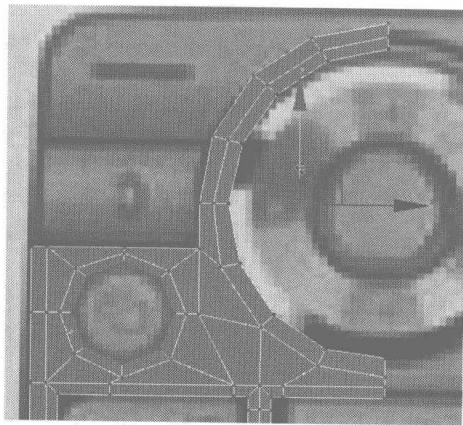
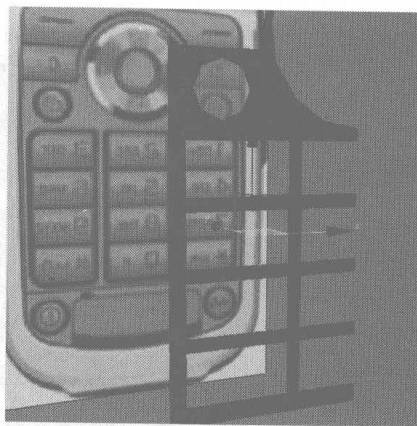
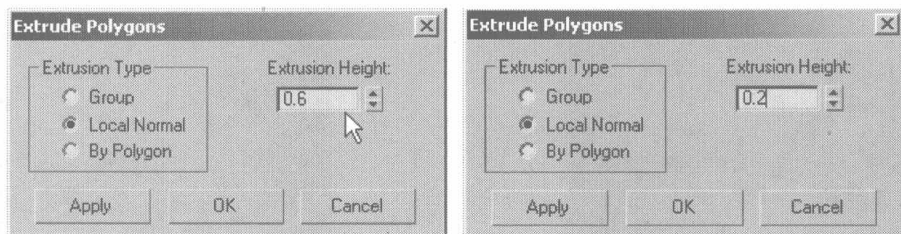

图 4.543
图 4.544
图 4.545
- 25** 删除如图 4.543 所示的所选择的节点，切换为面编辑，框选如图 4.544 所示的面，在 Edit Polygons 卷展栏中单击 **Extrude** 右侧的小按钮，在弹出的对话框中分别设置挤压参数，如图 4.545 所示，挤压出键盘厚度。